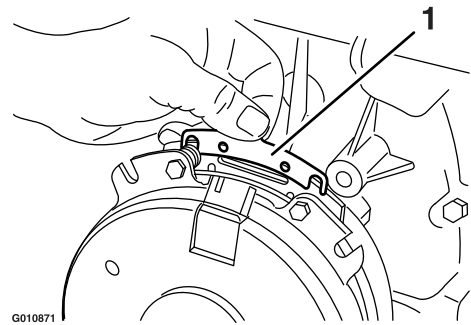

**Figure 80**
- A. Desserrez les boulons de fixation du frein d'un demi à un tour complet, comme montré à la Figure 80.